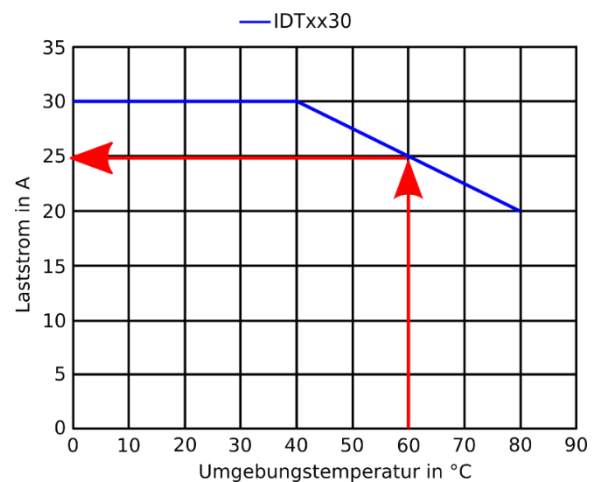

Abbildung 10: Beispiel zur Ermittlung des max. zulässigen Laststroms
- ⇒ Der max. zulässige Laststrom ergibt sich direkt aus Abbildung 10, in diesem Fall 25A.